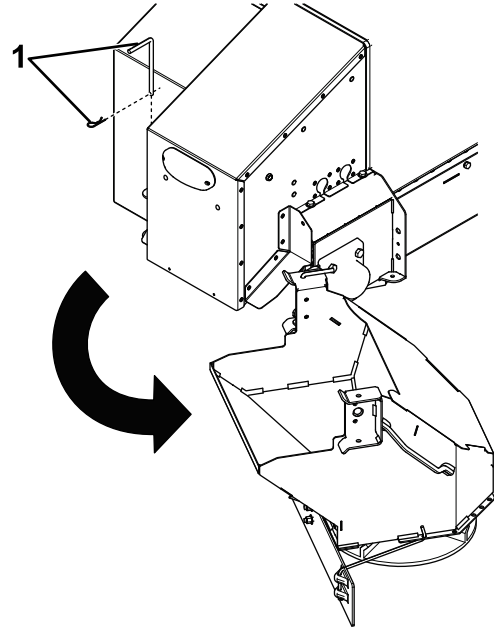

图23
3. 从甩盘总成上卸下左门锁和开口销（图23）。
4. 将甩盘总成从料斗开口处摆出（图23）。